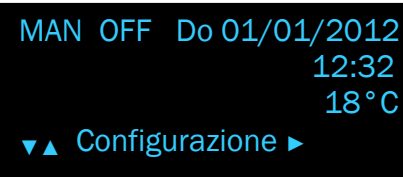

FIG. 4-29
- scorrere il menù con il tasto  fino a trovare la sezione "configurazione" (fig. 4-29);